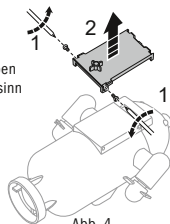

Abb. 4
4. Drehen Sie die 4 Befestigungsschrauben gegen den Uhrzeigersinn (Abb. 4)
4. Turn the four retaining screws anticlockwise (fig. 4)